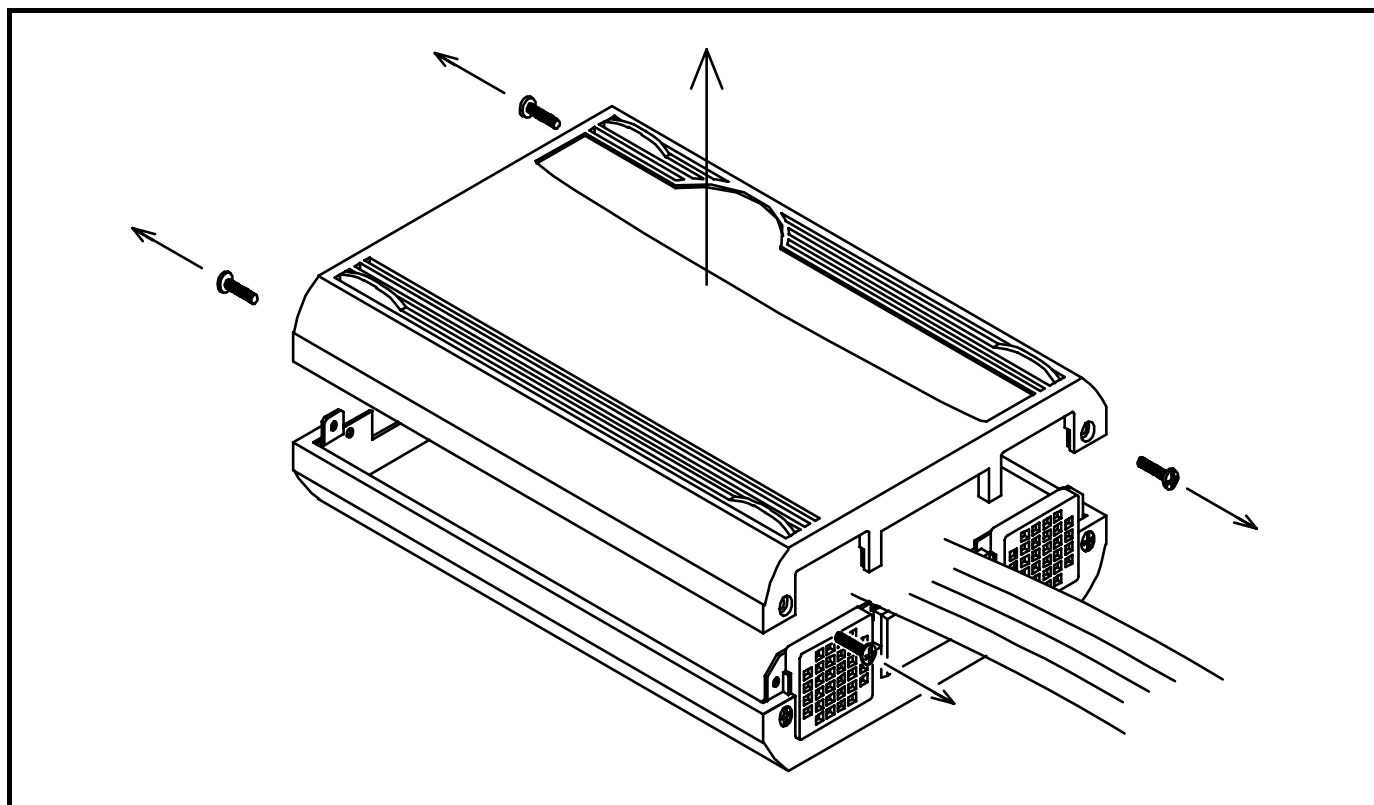

図 2.21 上カバー取り外し
①PC7501の両側面ネジ(4箇所)を外して、上カバーを取り外してください(図 2.21参照)。